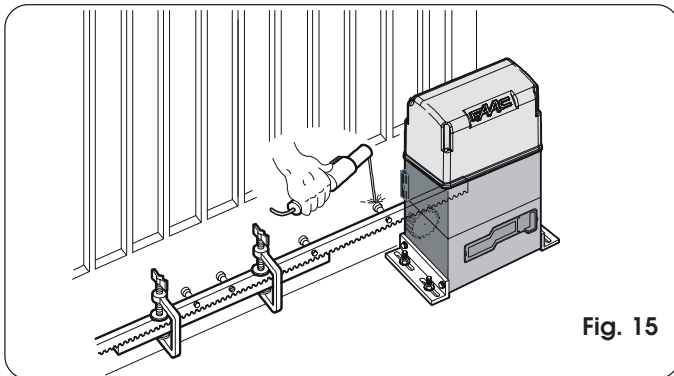

Fig. 15
- 5) Acerque otro elemento de cremallera al precedente utilizando, para sincronizar la dentadura de los dos elementos, un trozo de cremallera como se indica en la Fig. 15.